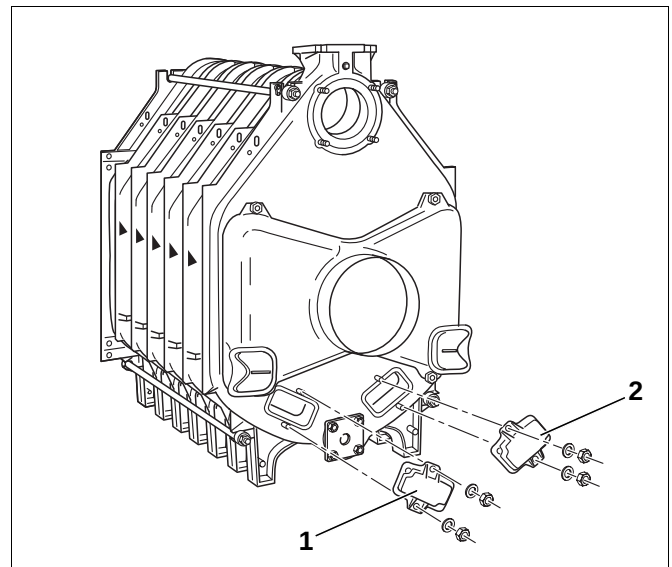

Abb. 32 Reinigungsdeckel montieren
- Reinigungsdeckel wieder mit Unterlegscheiben und Muttern am Hinterglied anschrauben (Abb. 32, **Pos. 1** und **2**).